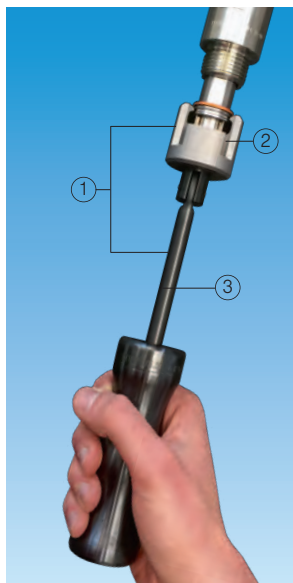

Fig. 1 : Extracteur de buse
2. Soit les jets sont orientés en opposition comme indiqué sur la figure 1, pour une meilleure évacuation de l'eau sur les côtés.
Afin de garantir l'alignement de toutes les buses dans une seule direction (angle de déviation de 15° par rapport à l'axe de la rampe - voir fig.1 buse de droite), les embases devront être soudées sur la rampe en s'assurant bien que leurs méplats soient parallèles à l'axe de la rampe.